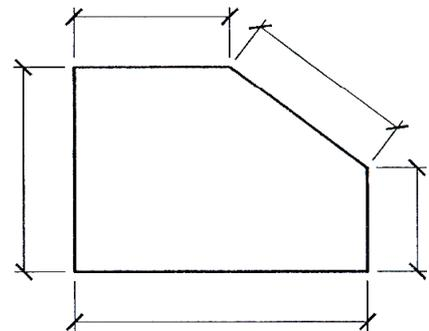
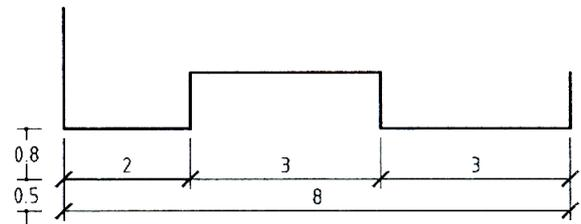

Fig. 3
Fig. 5
❶ **Líneas Auxiliares de Cota:** Son líneas que parten del dibujo de forma perpendicular a la superficie a acotar, y limitan la longitud de las líneas de cota. Deben sobresalir ligeramente de las líneas de cota, aproximadamente en 2 mm.
❷ **Líneas de Cota:** Son líneas paralelas a la superficie de la pieza objeto de medición. Se traza fina y continua. (fig.3)
③ **Cifras de Cota:** Es un número que indica la magnitud. Se sitúa centrada en la línea de cota. Podrá situarse en medio de la línea de cota, interrumpiendo esta, o sobre la misma, pero en un mismo dibujo se seguirá un solo criterio. Se deberá indicar en el plano en que unidades se está acotando (m, cm, mm) que a su vez irá en función del tamaño de la pieza o nivel de detalle del dibujo. La altura de la cifra de cota está condicionada por el tamaño del croquis o plano a escala y desde luego ha de ser fácil de leer. Se recomienda una altura entre 2 mm y 3,5 mm, procurando aplicar un mismo tamaño dentro de un mismo plano o conjunto de planos.
④ **Símbolo Final de Cota:** Las líneas de cota serán terminadas en sus extremos por un símbolo. Este símbolo puede ser muy variado, entre los distintos tipos de símbolos tenemos: punta de flecha, un pequeño trazo oblicuo a 45°, un pequeño círculo, etc. El símbolo más empleado en la definición de elementos arquitectónicos es la del trazo inclinado a 45° (fig. 5).